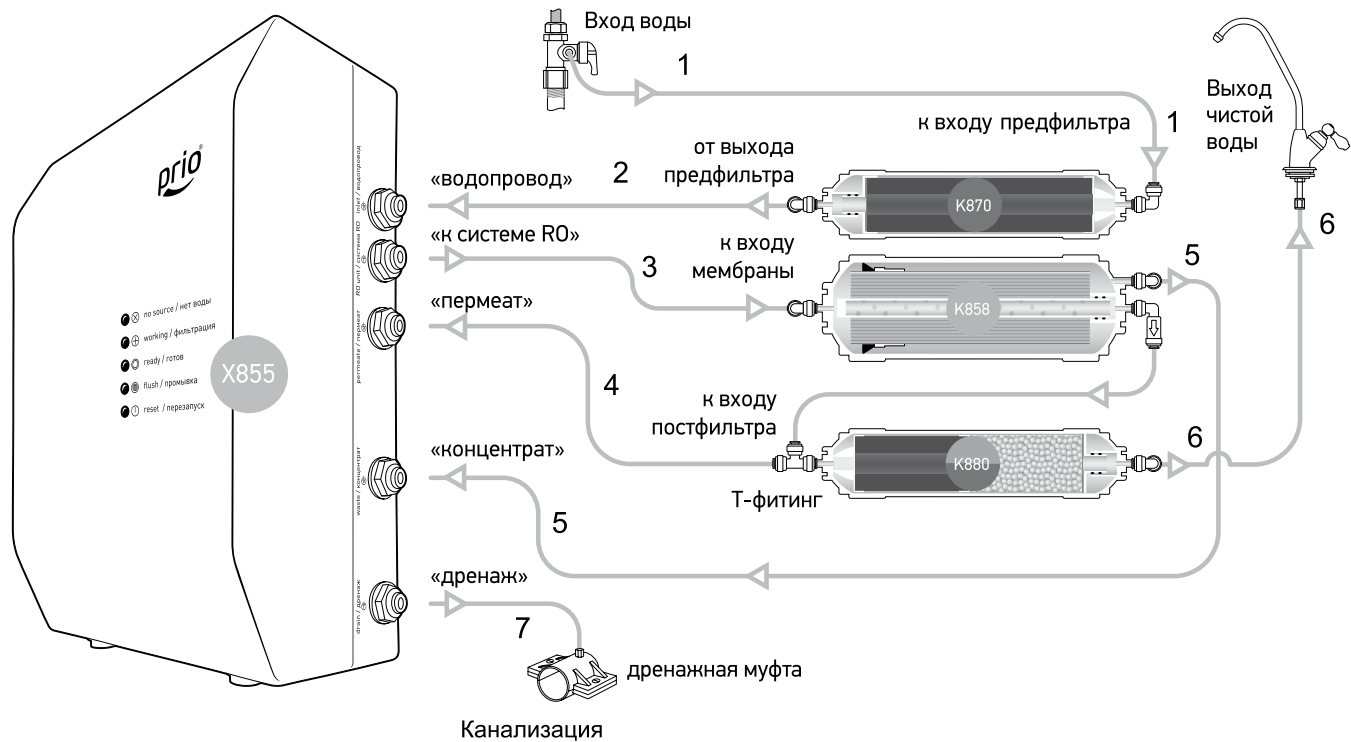

Рис.2. Принципиальная схема подключения OD360
Исходная водопроводная вода сначала проходит через фильтрующий элемент K870 (Рис.2) предварительной очистки из пресованного (спеченного) активированного угля из скорлупы кокосового ореха.
- Установить в водопроводную магистраль холодной воды тройник с шаровым краном (см. Рис. 2).
- Собрать с помощью входящей в комплект поставки пластиковой трубки (шланга) систему «магистраль → система обратного осмоса → кран» в соответствии со схемой подключения (см. Рис. 2).